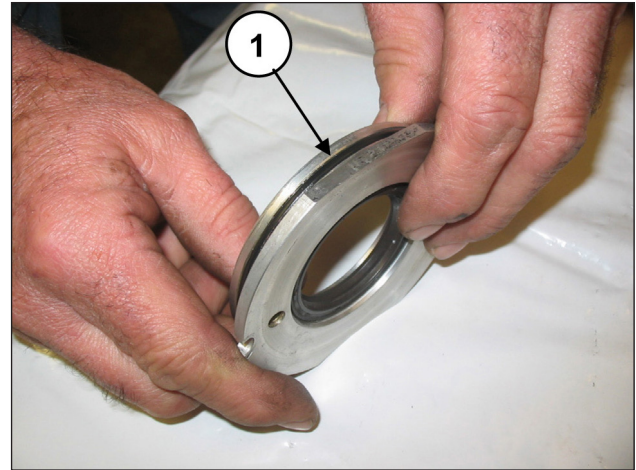
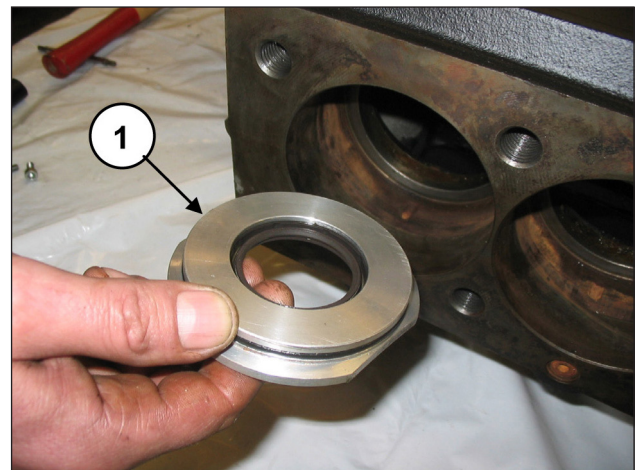

Abb. 140
Abb. 141
Setzen Sie den O-Ring (Pos. ①, Abb. 140) in die Aufnahme des Ölabbstreifring-Deckels ein und bauen Sie die montierte Gruppe in den Gehäusesitz ein (Pos. ①, Abb. 141).